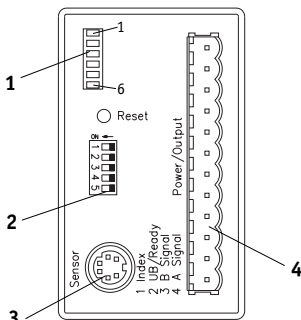

Abb. 4: Gerätevorderseite
Alle Anschlüsse erfolgen über die Anschlussbuchsen an der Gerätevorderseite (Abb. 4). Der Anschluss erfolgt über eine 12-pol. Steckerleiste.
Die Mini-DIN-Anschlussbuchse befindet sich auf der Gerätevorderseite (Abb. 4). Stecken Sie den Mini-DIN-Stecker des Sensors MS500 in die Buchse.
Bei normaler Betriebsbereitschaft ist der Zustand des Ready-Signals "high". Beim Überschreiten der maximal zulässigen Verfahrgeschwindigkeit oder beim Überschreiten des max. Sensor-/Bandabstandes leuchtet die Error-LED (Abb. 4). Es werden keine Ausgangssignale mehr ausgegeben und der Zustand des Ready-Signals ist "low" (Abb. 1 und 2). Bei Abschaltung der Errorfunktion wird die Überschreitung des max. Sensor-/Bandabstandes nicht mehr erkannt. Jedoch bleibt die Erkennung der Überschreitung der max. zulässigen Verfahrgeschwindigkeit bestehen.
manuell durch Betätigung der frontseitigen Reset-Taste (Abb. 4), oder automatisch durch Aktivierung des Signals am Reset-Eingang, z.B. durch einen masseschaltenden Kontakt, oder einen Näherungsschalter (NPN, N.O.). Nach der Initialisierung leuchtet die Power LED (6) grün, beim Verahren des Magnetsensors flackern die Leuchtdioden LED 1 und LED 2.